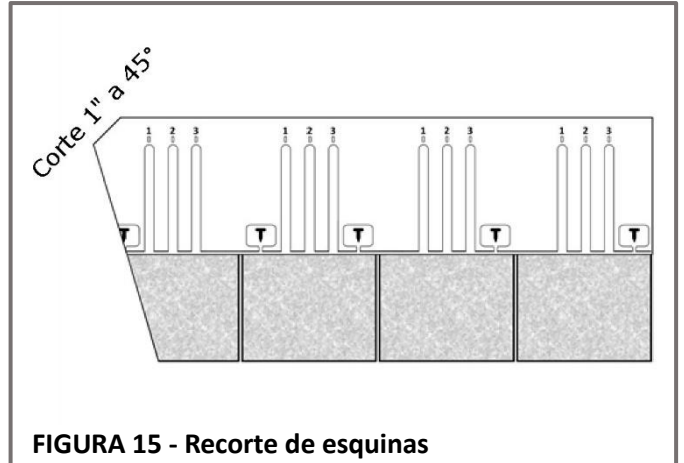

FIGURA 15 - Recorte de esquinas
- TEJAS** - Haga un corte en ángulo de **45°** de **1" (25mm)** en la parte superior de la teja en la limahoya. Vea la **Figura 15**.